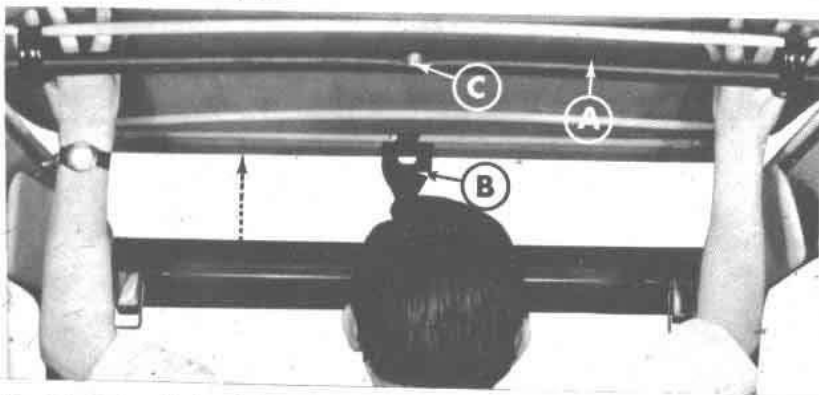

Fig. 23 - Apertura delantera de la capota
- Colocar las manos lo más atrás posible, al lado de la travesía central y abatir con un movimiento brusco la capota hacia la parte trasera. El cuadro metálico gira sobre sí mismo tomando la posición de replegado (Fig. 23)
- Fijar el cuadro metálico sobre la travesía central (Fig. 23-A) por medio de la correa (B) y del botón de presión (C).